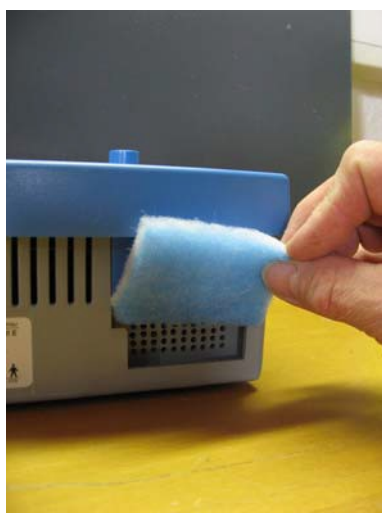

Figura 2
2. Așezați filtrul nou în suport (figura 2).